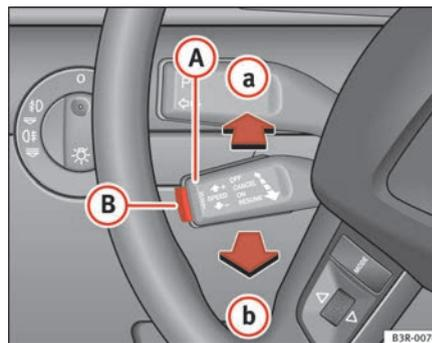

Fig. 152 Éléments de commande du régulateur de vitesse
- poussez le levier **A**  $\Rightarrow$  fig. 152 jusqu'en position **a** (sans le faire encliqueter).